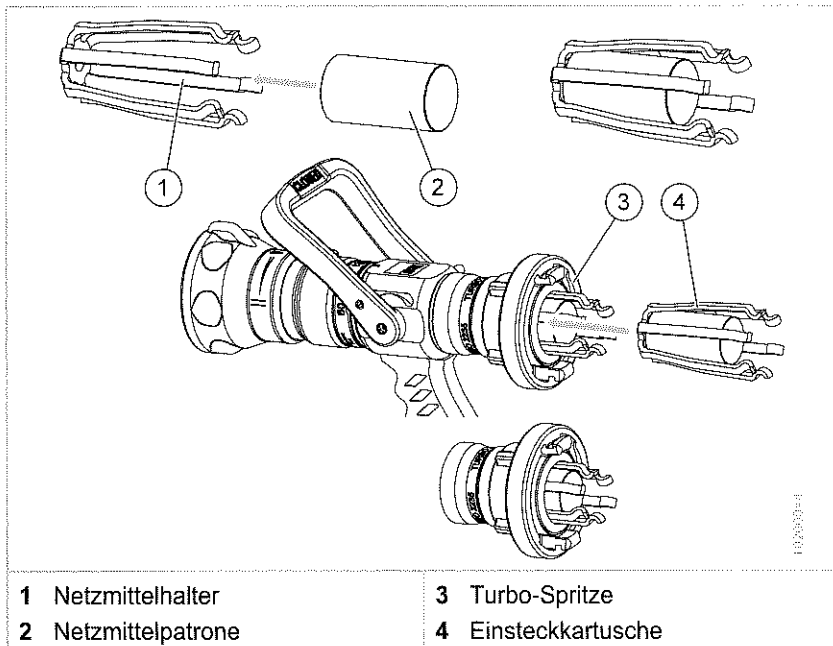

Fig. 1 Handhabung
1. Die Netzmittelpatrone (Fig. 1/2) auspacken und die Verpackung ordnungsgemäß entsorgen
2. Die Netzmittelpatrone in den Netzmittelhalter (Fig. 1/1) einstecken.
3. Die gesamte Einsteckkartusche (Fig. 1/4) in den Eingang der Turbo-Spritze (Fig. 1/3) mit der offenen Seite nach hinten bis zum Anschlag in das Strahlrohr einführen.
2. Schlauch abkuppeln, und einfach aus dem Strahlrohr herausziehen und ggf. neu laden (Fig. 1/2).